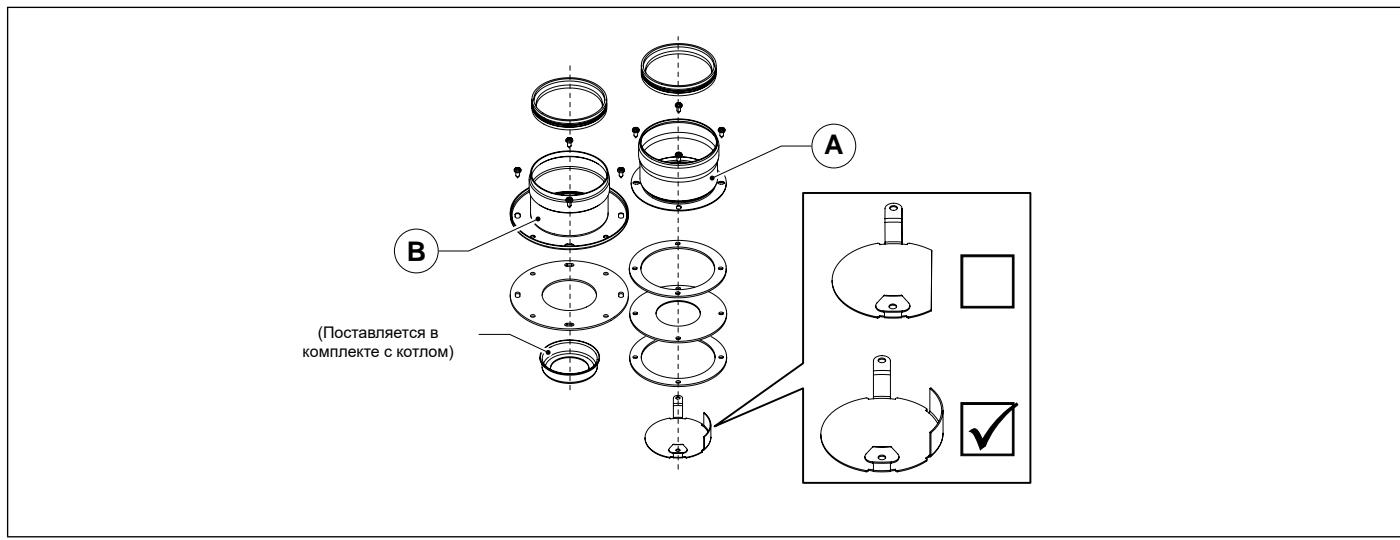

Рис. 19 Комплект для систем с раздельными трубами 0SDOPPIA13
- Смонтируйте соответствующий дефлектор воздуха (смотри Рис. 19 Комплект для систем с раздельными трубами 0SDOPPIA13).
- Смонтируйте соответствующий дефлектор воздуха (смотри Рис. 19 Комплект для систем с раздельными трубами OSDOPPIA13).